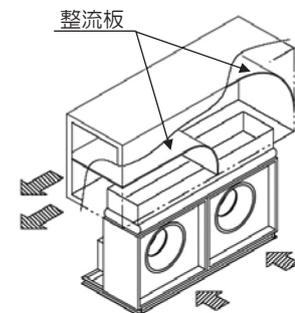

図 6-2 ファン2連のプレナムチャンバ施工例
- 吐出ダクト・プレナムチャンバは空気の流れが偏らないようにダクト取り出し施工をお願いします。ファン2連の場合、プレナムチャンバのダクト取り出しが偏芯していると、偏流が生じやすいため必要により整流板などをご施工願います。(図 6-2 参照)